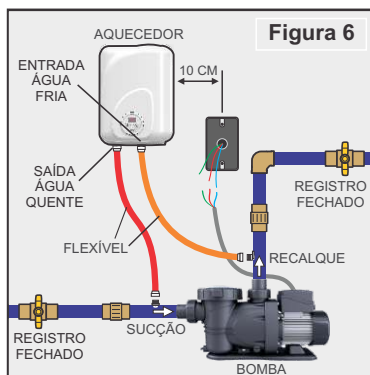

Figura 6
- 15 - Rosqueie a porca de uma das extremidades do outro Flexível na entrada de água fria do Aquecedor. A porca da outra extremidade do Flexível deve ser rosqueada no Niple instalado no tubo de recalque (saída) da bomba (Figura 6).
- 16 - Rosqueie a porca de uma das extremidades do Flexível na saída de água quente do Aquecedor. A porca da outra extremidade do Flexível deve ser rosqueada no Niple instalado no tubo de sucção (entrada) da bomba (Figura 6).